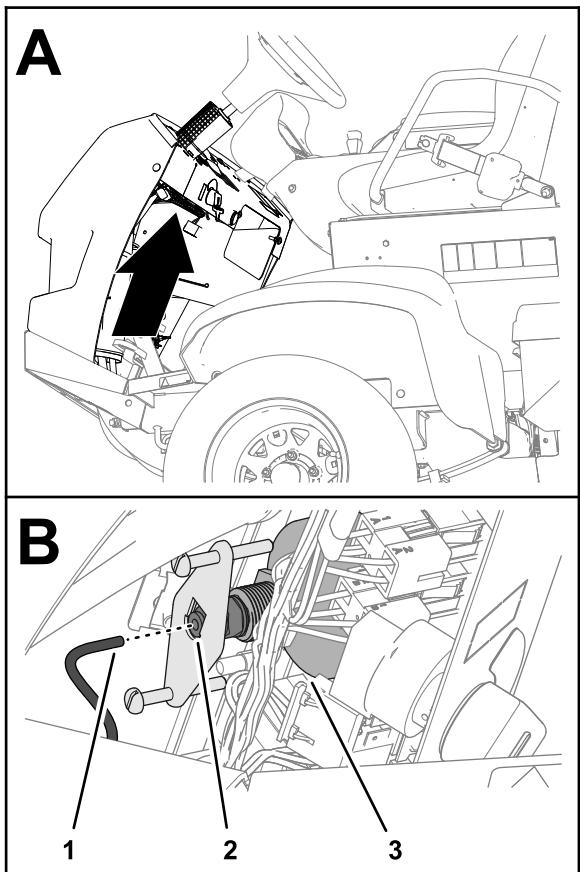

Figura 138
1. Introduzca el tubo del manómetro en el acoplamiento del tubo situado en la parte trasera del manómetro (Figura 138).